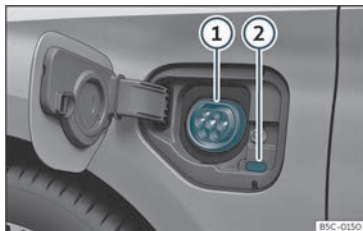

Abb. 191 Hinter der Batterieklappe vorn links: Ladedose
»» **Abb. 191**
• Drücken Sie bei entriegeltem Fahrzeug auf die Batterieklappe, um diese zu öffnen »» **Abb. 191**.